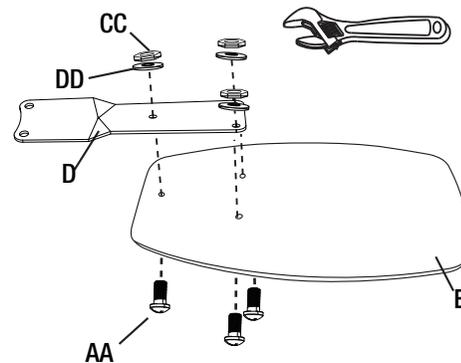

Figura 10
- Monte los soportes de las aspas (D) a las aspas del ventilador (E) con los tornillos de la hoja (AA), las tuercas hexagonales (CC) y las arandelas planas (DD) incluidas (5 por cada aspa) (Figura 10).